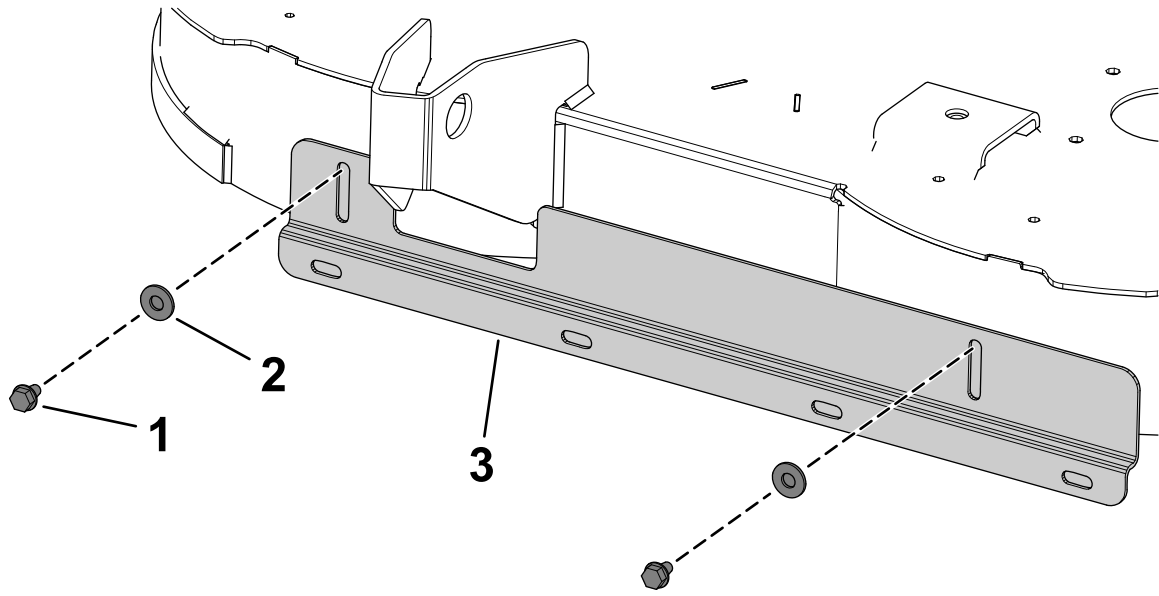

Figura 2
2. Sujete la pletina de sujeción a la carcasa de corte con los 2 tornillos con arandela prensada (5/16" x 1/2", autorroscantes) y 2 arandelas planas (5/16"), como se muestra en la Figura 2.